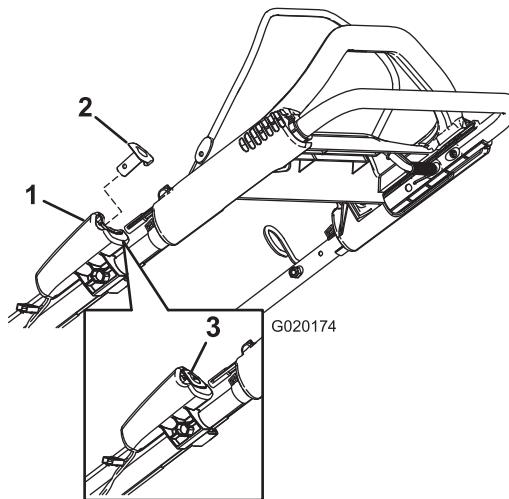
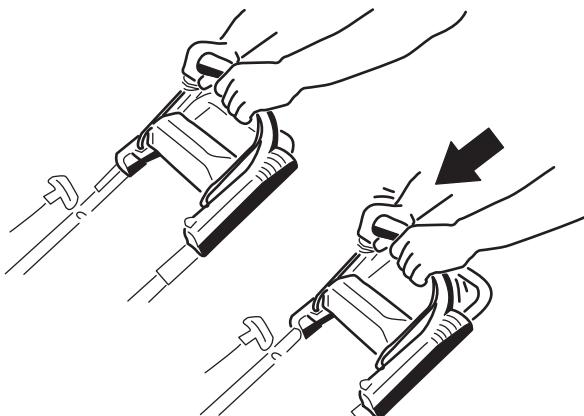

Figure 12
**Figure 13**
2. Appuyez sur le bouton de démarrage électrique (Figure 12) (modèle à démarrage électrique uniquement) ou tirez la poignée du lanceur (Figure 13).
**Remarque:** Si le bouton de démarrage électrique a été retiré, insérez-le dans le démarreur électrique; voir Figure 12 (modèle à démarrage électrique uniquement).
(Figure 13). Laissez le lanceur se rétracter lentement jusqu'à la poignée.